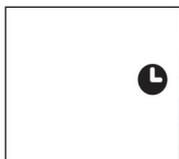

Abb. 4
- Mehrmals drücken, bis die entsprechende Zeit angezeigt wird. Warten Sie etwa 5 Sekunden, der Timer ist aktiv, dann wird nur das Symbol  auf dem Bildschirm angezeigt. (Abb. 4)